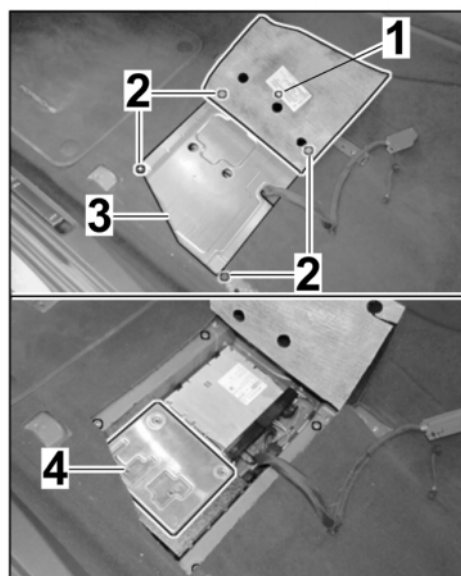

Bild 19
Vier Schrauben ⇒ *Bild 19 -2-* und eine Sechskantmutter ⇒ *Bild 19 -1-* herausdrehen und Verstärkungsblech ⇒ *Bild 19 -3-* entnehmen.
3.9.3 Steuergerät Hinterwagenelektronik ⇒ *Bild 19 -4-* aus Schaumstoffhalter entnehmen und elektrische Steckverbindungen trennen.